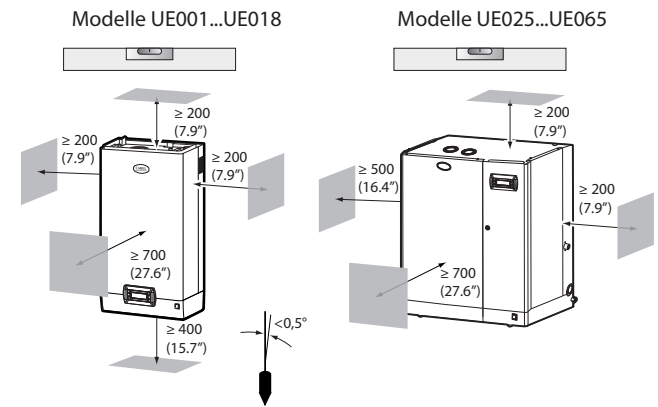

Fig. 1.b
- Den Befeuchter horizontal ansetzen und den Mindestabstand einhalten (siehe Fig. 1.b), damit die nötigen Wartungsarbeiten durchgeführt werden können.
Den Befeuchter mit den im Lieferumfang enthaltenen Schrauben und der bereits angeschraubten Befestigungsvorrichtung an der Wand montieren (für die Abmessungen in mm/inch siehe Fig. 1.d).